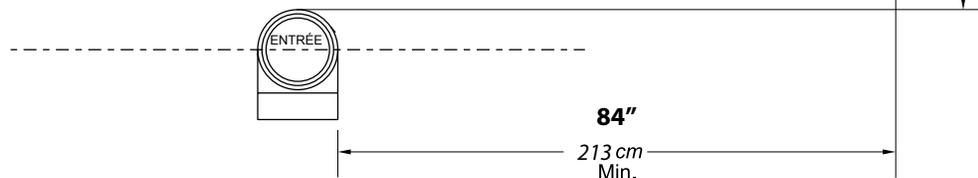

Figure 5. Distance minimale de ventilation
1. La Figure 5 montre les exigences concernant les dégagements d'une terminaison de ventilation mécanique aux USA et au Canada.
- Si l'appareil est ventilé sur le même mur latéral, utilisez la Figure 5 pour déterminer les emplacements de montage appropriés.